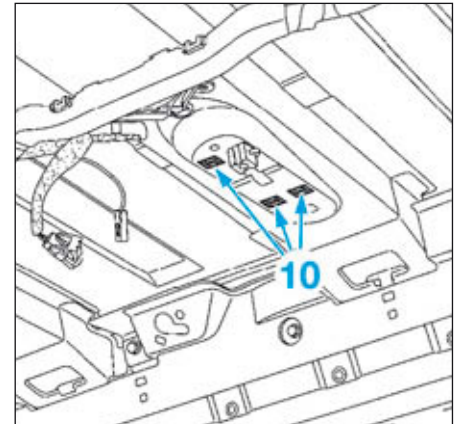

FIG. 18
- Dans le cas d'un déclenchement, remplacer les inserts (10) (Fig.18).